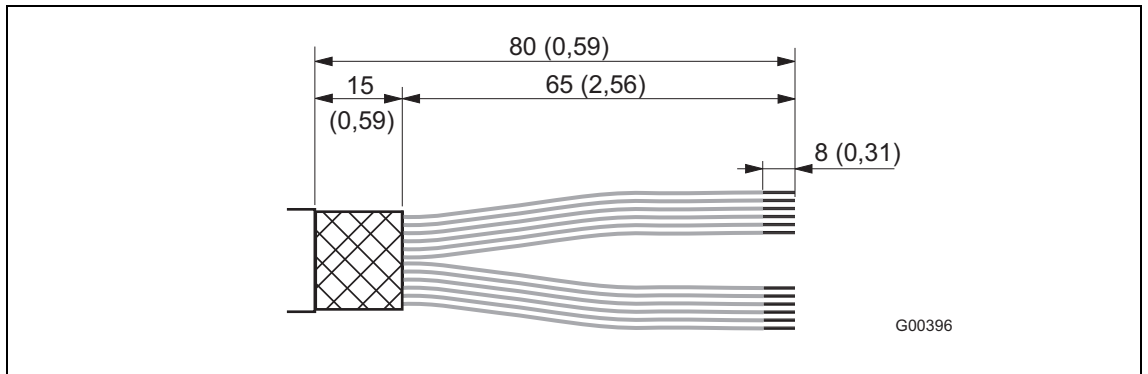

Abb. 19
Kabel wie abgebildet konfektionieren. (Siehe Abb. 19 und 20)
1. Signalkabel wie in Abb. 19 beschrieben abisolieren.